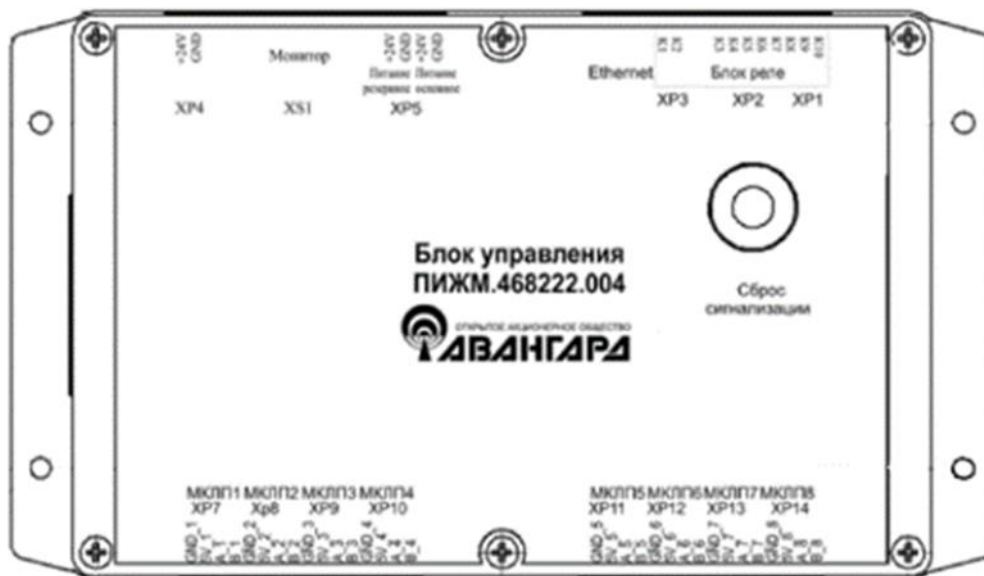

Рисунок 7
б) Подключить источник питания постоянного тока с номинальным выходным напряжением 24 В (допускаемый диапазон значений выходного напряжения в пределах от 20 до 28 В) к БУ к клеммам соединителя XP5 в соответствии с маркировкой, нанесенной на шильде, расположенном на лицевой поверхности БУ (см. рисунок 7). Включить источник питания.
6.2.3.1 Подключить МКЛП ко входам ХР7...ХР14 БУ в соответствии с маркировкой, нанесенной на лицевой поверхности БУ (рисунок 7). С МКЛП снять заглушки.